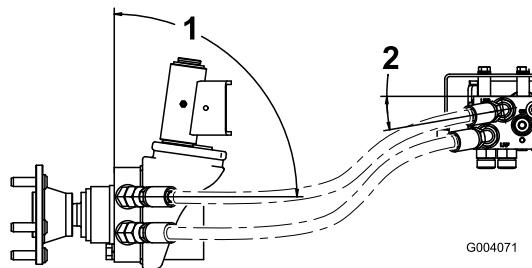

Figura 7
2. Enrute las 2 mangueras de la izquierda hasta el motor de rueda izquierdo. Conecte la manguera superior del colector al acoplamiento superior del motor de rueda, y la manguera inferior del colector al acoplamiento inferior del motor de rueda (Figura 7). Si las mangueras no se enrutan correctamente pueden entrar en contacto con los neumáticos o con el parachoques trasero, lo que causará daños en las mangueras.